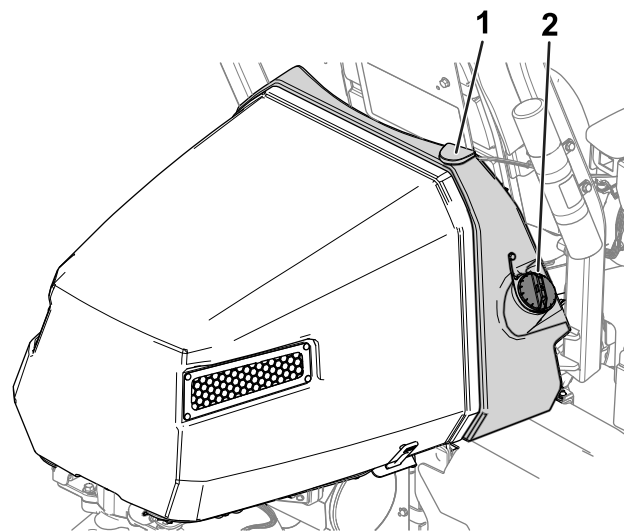

図 27
2. 燃料キャップの周囲をきれいに拭いてキャップを外す 図 27。